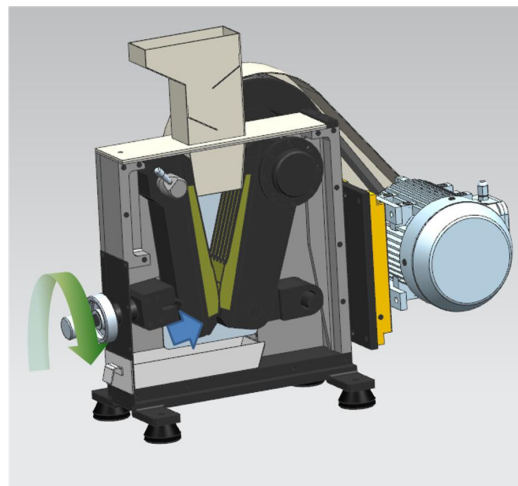

图 2-2 收紧间隙
- 2.3.4 根据数显表上的读数，慢速顺时针调节颚板调节手轮直到需要的位置。顺时针拧紧手轮锁紧套固定手轮（见图2-2）。